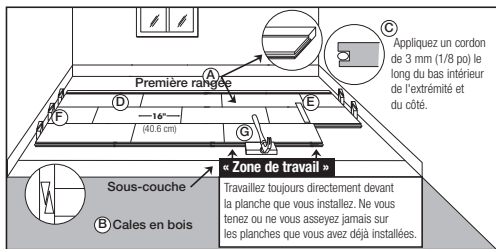

Figure 14
- Sélectionnez la première planche. Toutes les installations devraient débuter avec la rainure vers le mur en utilisant les planches les plus longues dont vous disposez. Appliquez un cordon de 3 mm (1/8 po) de colle sur le côté à rainure à l'extrémité de la planche. N'appliquez pas de colle le long de la rainure à ce moment (article C, Figure 14). Les produits qui comportent une languette d'extrémité sur la gauche devraient être posés de droite à gauche, les languettes opposées devraient être placées de gauche à droite. (Article D, Figure 14). Si vous avez utilisé une planche à sacrifier, retirez-la; ne collez PAS la première rangée à cette planche.
- Terminez la première rangée. Coupez la dernière planche en laissant un espace de 13 mm (1/2 po) entre le mur et le plancher. (Utilisez l'extrémité restante de la planche coupée comme planche de départ pour toutes les rangées après la troisième rangée). Installez une cale à l'extrémité de la planche entre le plancher en bois dur et le mur, en laissant un espace de 13 mm (1/2 po) pour la dilatation. Évitez de poser des planches de moins de 40,6 cm (16 po) dans les quatre premières rangées. (Article F, Figure 14).
- Utilisez une barre de tirage pour tirer la dernière planche en place depuis l'extrémité opposée. Installez les cales dans l'espace et serrez (Article B, Figure 14).
- Coupez ou utilisez une planche plus courte pour la première planche de la deuxième rangée. Commencez la deuxième rangée en appliquant un cordon de colle de 3 mm (1/8 po) le long du fond intérieur de l'extrémité et de la rainure latérale de la nouvelle planche. Posez la première planche de la deuxième rangée. Appliquez un cordon de colle sur le côté à rainure de l'extrémité et le long de la planche suivante puis posez-la. Lorsque vous posez les planches ensemble, utilisez un bloc de frappe contre la languette et non contre la rainure (Article G, Figure 14). Utilisez un marteau ou le bloc de frappe pour poser les planches en place. Ne tapez PAS directement sur le bord avec le marteau. Terminez les rangées deux à quatre en utilisant cette technique. Au besoin, insérez les cale-clavettes aux extrémités afin d'empêcher le plancher de bouger.